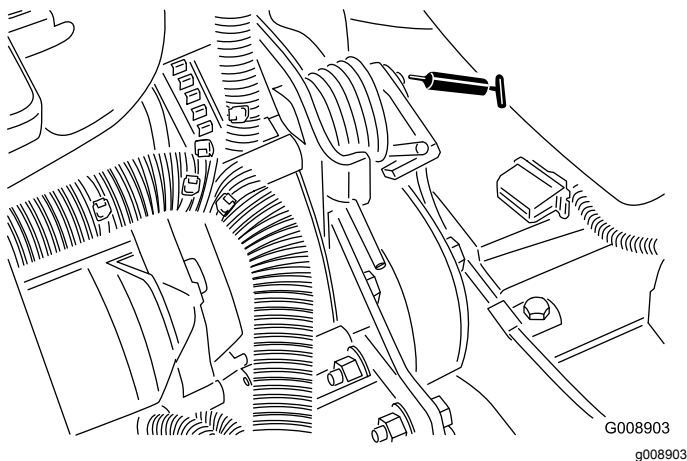

Рисунок 41
- Шарнир механизма натяжения ремня (Рисунок 41)